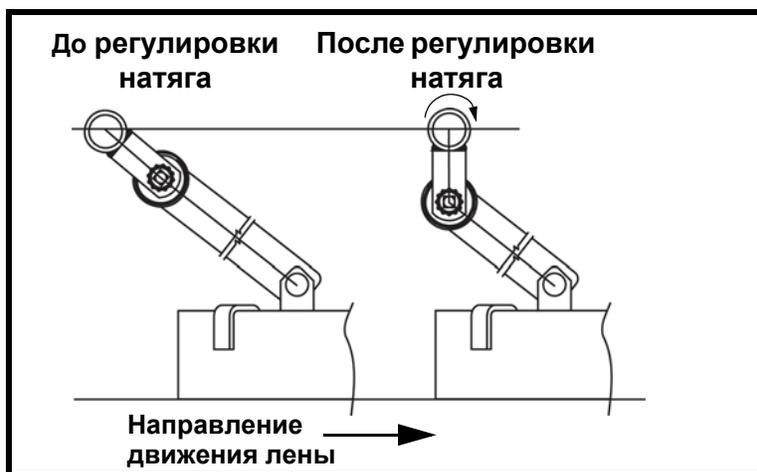

Рис. 6. Регулировка натяга Martin® Torsion V-Plow
8. Установите угол лезвия в середине ленты. Наденьте установочную втулку (D) на дальний конец каждой штанги и прижмите ее к пластине под болты. Затяните два установочных винта на каждой установочной втулке.
9. См. рис. 6. Отодвигайте лезвие от заднего ролика, пока ушки штанги и торсионный рычаг не образуют одну прямую линию, как показано на рисунке. Затяните упругие стопорные гайки до  $13 \pm 0,7$  кГм ( $95 \pm 5$  фунтофутов)
10. Трубным ключом поверните штанги (см. рис. 6) чтобы ушки штанг встали перпендикулярно транспортной ленте, а лезвие туго прижалось к ленте, но не прогибало ее. Проследите, чтобы лезвие равномерно прижималось к ленте в углу и на обоих концах.